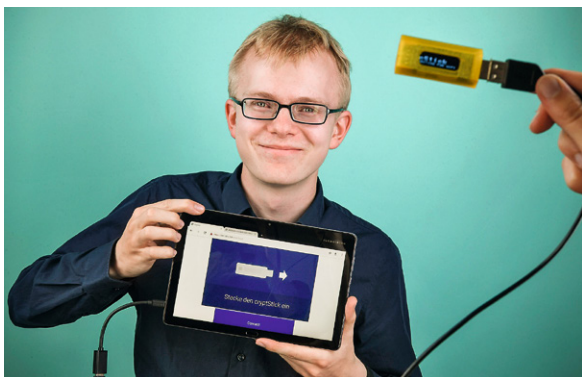

Bild 8: Hat den Crypt-Stick entwickelt – Aaron Schlitt erhielt einen zweiten Preis auf dem Gebiet Arbeitswelt. Bild: Stiftung Jugend forscht e. V.
Ein Träger des zweiten Preises auf seinem Gebiet (Arbeitswelt) ist uns auch besonders aufgefallen: Aaron Schlitt (17) aus Kaufungen (Bild 8). Sein Projekt kann jenen helfen, die sich mit unendlich vielen zu merkenden Passwörtern plagen: Sie sind für viele lästig und werden dauernd vergessen, doch ohne Passwörter geht beinahe nichts mehr in der Welt der Onlinekommunikation. Trotzdem schützt selbst ein verantwortungsvoller Umgang mit Kennwörtern den Nutzer nicht vor gelegentlichem Datenverlust oder -missbrauch. Denn viele Programme speichern Passwörter im Klartext, sodass sie durch sogenannte Phishing-Mails ausgelesen werden können. Die Entwicklung von Aaron Schlitt schließt diese Sicherheitslücke. Der Jungforscher konzipierte eine kryptografische Lösung zur Authentifizierung, die anhand eines Zwei-Faktor-Verfahrens über ein Smartphone abgesichert wird. Sein Crypt-Stick ist wenig größer als ein USB-Stick und ermöglicht eine komfortable Anmeldung mit einem simplen Tastendruck – und ohne Passwort.